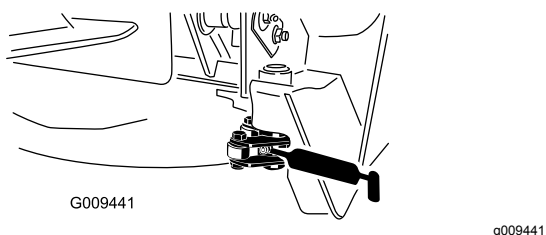

Figura 68
- Pivotes de enganche (2) (Figura 68)